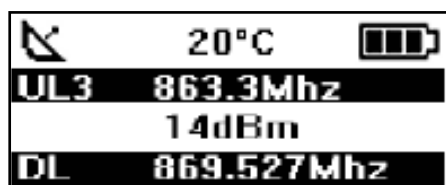

Figure 9 : Downlink
- 1 ouverture d'une fenêtre de réception après un temps de 20 secondes (Figure 9)